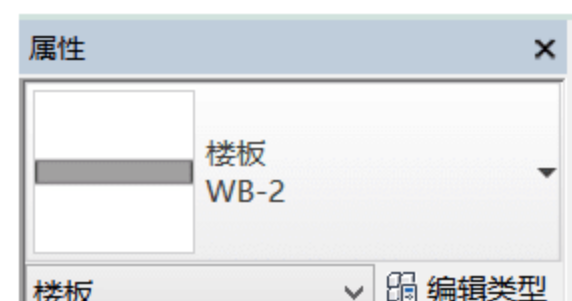

图 5.1.40 选择屋面板类型
(5) 绘制屋面板 WB-2。按快捷键 S+B（绘制屋面板命令），在“属性”面板中选择“楼板-WB-2”屋面板类型，如图 5.1.40 所示。
(6) 进入“修改/创建楼板边界”模式。可以观察到 WB-2 的边界是不规则的，且 WB-2 不需要考虑坡度以及跨方向，这时应用直线绘制楼板，接下来介绍另一种方法，即如何用直线绘制楼板。